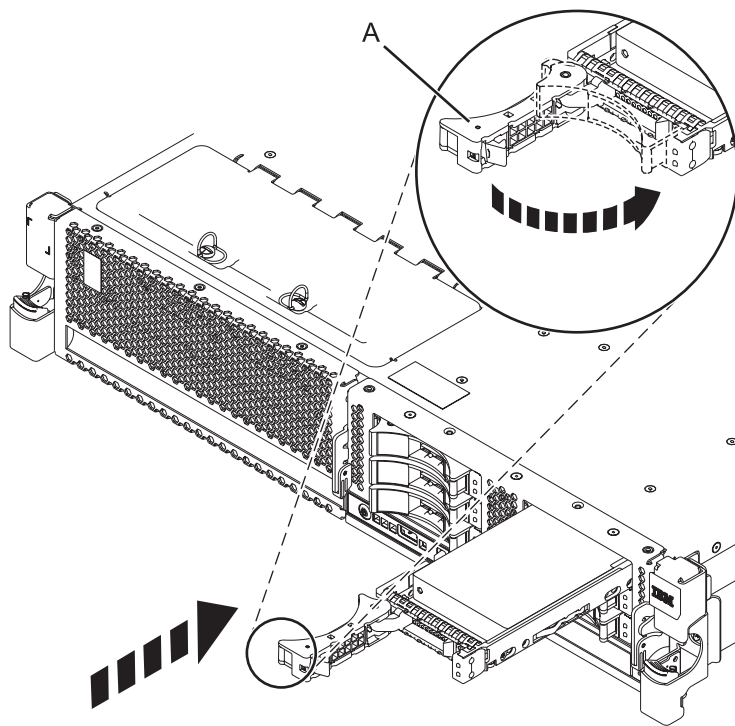

Figure 6. Installation de l'unité dans l'unité centrale
4. Faites glisser complètement l'unité dans l'unité centrale ou l'unité d'extension, et poussez la poignée de l'unité (A) jusqu'à ce qu'elle s'enclenche, comme indiqué dans la figure 6.